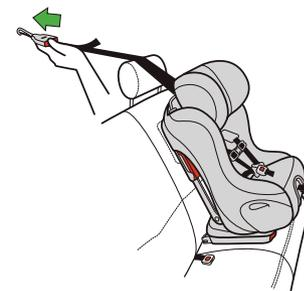

Figure 73
- Allongez la courroie d'ancrage supérieure en appuyant sur le bouton de réglage/déverrouillage sur la sangle d'ajustement tout en tirant la sangle, tel qu'illustré dans la **Figure 73**.